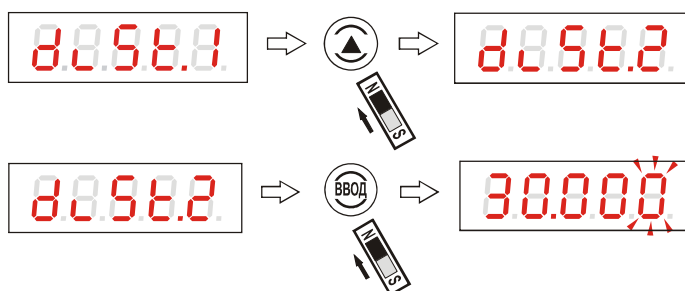

Рисунок 41 - Переход к вводу величины максимального уровня
2.8.10 Для входа в подраздел программирования величины максимального уровня “dist.2” необходимо выбрать этот подраздел кнопкой «↑» и “нажать” «ВВОД», рисунок 41: